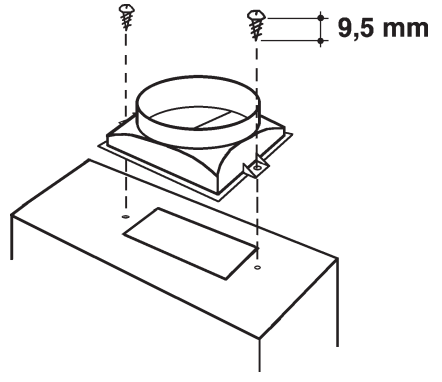

fig.9
3. Fixez la buse d'évacuation à votre appareil à l'aide des 2 vis (fig. 9).